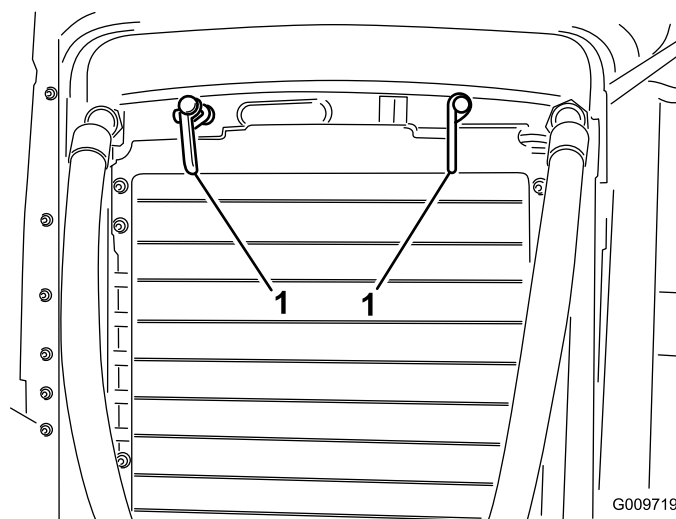

Figura 75
2. Rode os trincos (Figura 75) que fixam o dispositivo de arrefecimento de óleo ao chassis.